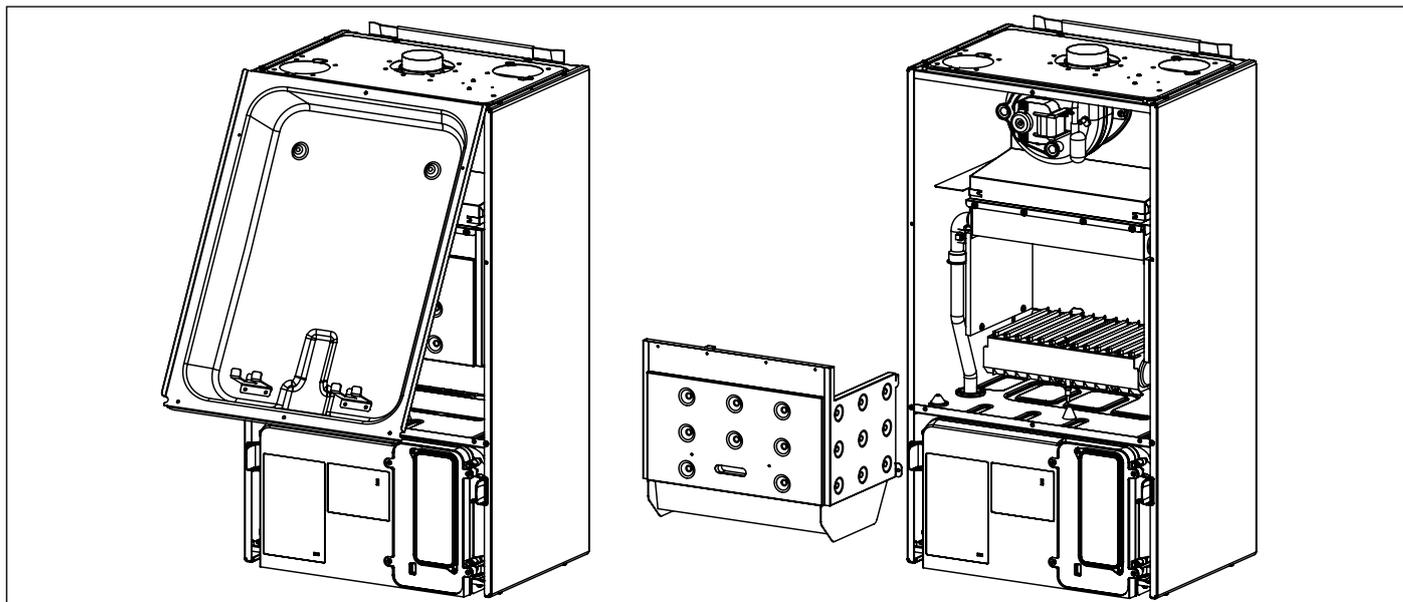

Рис. 46 Разбор камеры сгорания
- Снять переднюю панель камеры сгорания (смотри Рис. 46 Разбор камеры сгорания).